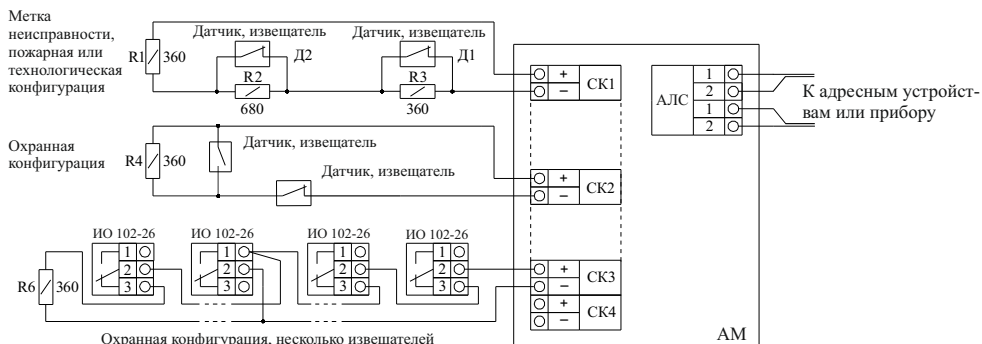

Рисунок 4
- б) конфигурация – «Пожарная», «Технологическая», «Метка неисправности» (рисунок 4, схема подключения
к СК1), пример конфигурации «Охранная» (рисунок 4, схема подключения с двумя контактными датчиками к СК2, с несколькими контактными датчиками, например, ИО 102-26 к СК3);